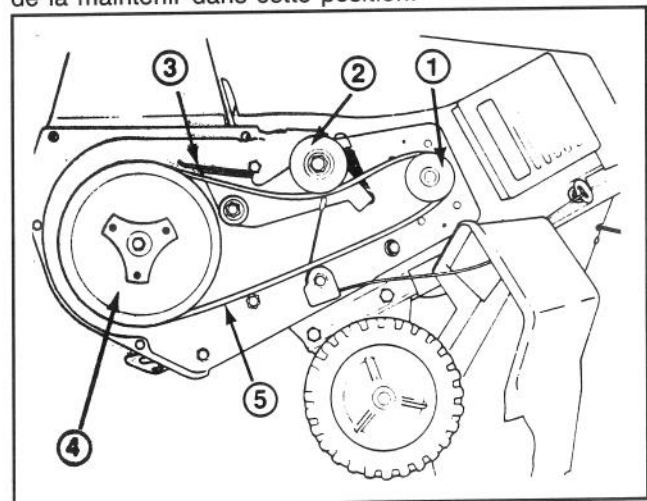

Figure 14
5. DEPOSE DE LA COURROIE (Fig. 14)—Dégagez la courroie du galet tendeur. Poussez le galet tendeur vers le bas et glissez la courroie hors de la poulie du rotor, du galet tendeur et de la poulie du moteur.
6. POSE DE LA COURROIE (Fig. 14)—Passez la courroie autour des poulies du rotor et du moteur, tout d'abord sans la glisser entre la poulie du rotor et le frein. Ensuite, poussez le galet tendeur vers le bas et glissez la courroie entre la poulie du rotor et le frein. Relâchez le galet tendeur et glissez la courroie au dessous de ce dernier.